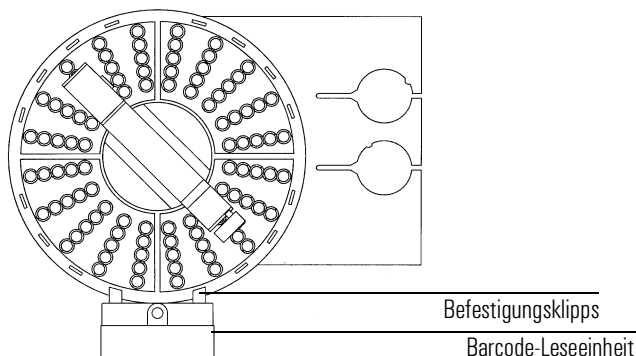

Abbildung 5 Korrekte Einbaulage der Barcode-Leseinheit
2. Befestigen Sie die Barcode-Lesekopfeneinheit auf der Vorderseite der Probenhalterbasis durch Einsetzen der beiden Befestigungsklipps in die Befestigungsöffnungen auf der Seite der Probenhalterbasis. Siehe Abbildung 5.